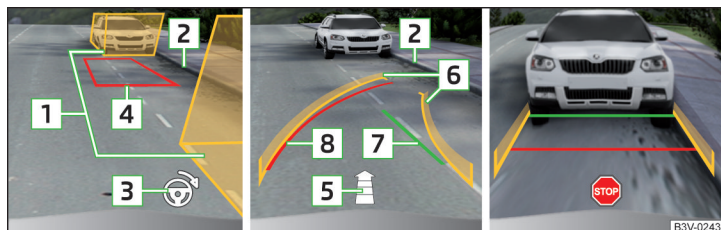

Fig. 268 Visualización de la pantalla
- Detener el vehículo de la manera, que no exista ningún obstáculo en el hueco entre las cajas de ayuda [1] » fig. 268, y la caja de atrás sobre la limitación lateral de la plaza de aparcamiento (p.ej. bordillo) [2].